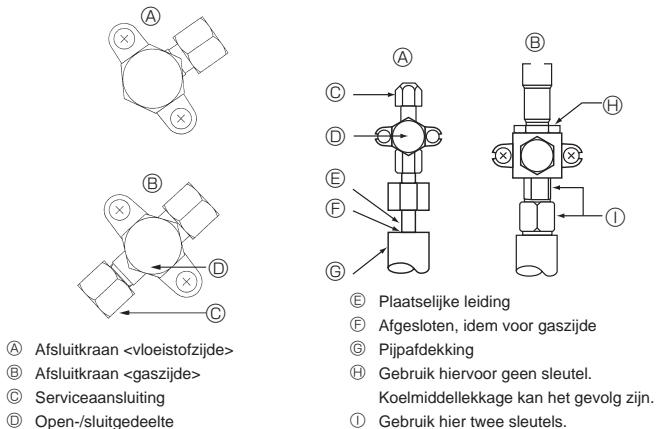

Fig. 4-5
4.4. Luchtdichtheid van de koelstofpijpen testen (Fig. 4-5)
- Als de druk in stap (2) of (3) terugloopt, is er een gaslek. Zoek hetlek.